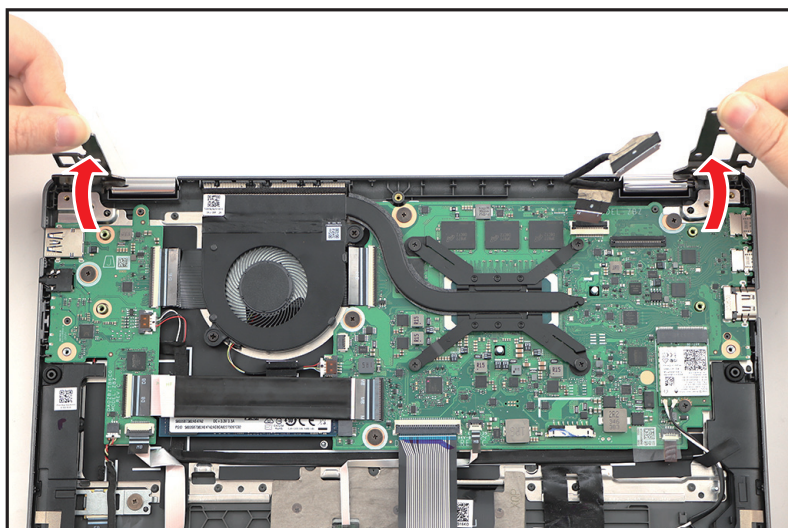

Figure 1-27. Retrait du module LCD
4. Soulevez les deux charnières LCD jusqu'à ce qu'elles soient totalement étendues (Figure 1-27).